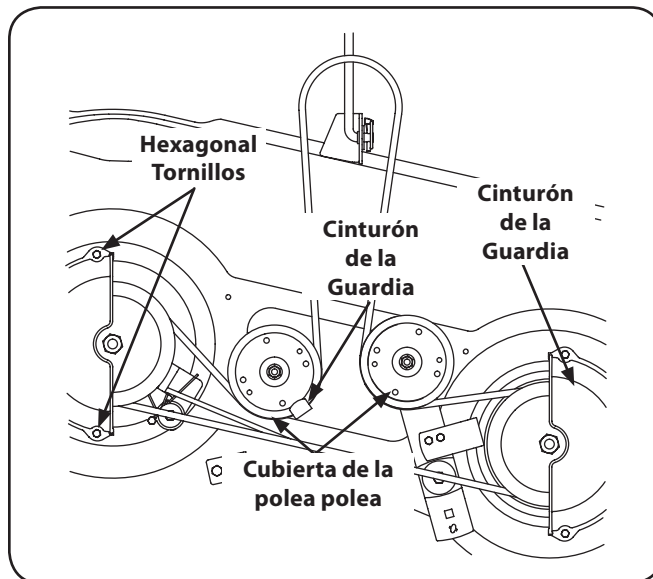

Figura 7-8
2. Quite a los protectores de la correa quitando los tornillos del maleficio que los sujetan a la cubierta. Vea Figura 7-8.
4. Quite cuidadosamente la correa de la cubierta alrededor de las tres poleas de huso y de las dos poleas más ociosas de la cubierta. Vea Figura 7-8.
3. Afloje, pero no retire la varilla de fijador de la correa en la polea situada cerca de la parte posterior de la cubierta. Véase la Figura 7-8.